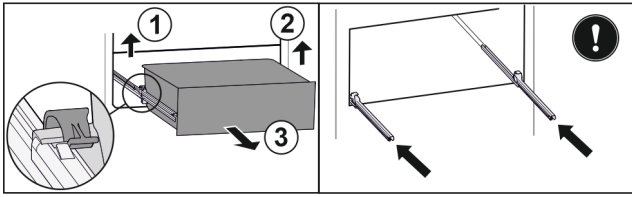

Fig. 89
- ▶ Повдигнете лявата скоба и едновременно с това изтеглете напред чекмеджето отляво. Fig. 89 (1)
- ▶ Повдигнете дясната скоба и едновременно с това изтеглете напред чекмеджето отдясно. Fig. 89 (2)
- ▶ Извадете чекмеджето напред. Fig. 89 (3)